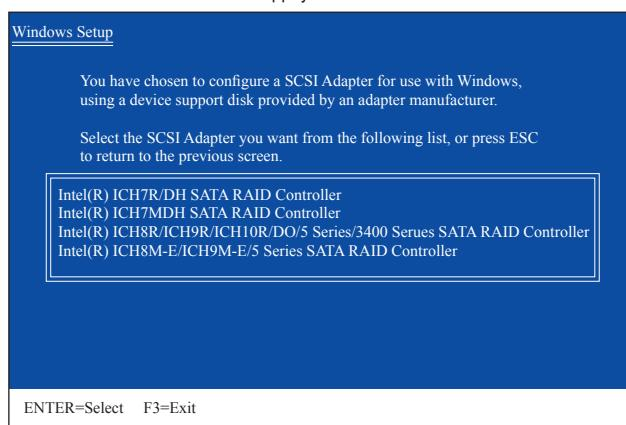

Figure 2
Insérez la disquette contenant le pilote SATA RAID/AHCI et appuyez sur <\$>. Un menu du contrôleur, similaire à celui dans Figure 2 ci-dessous, apparaîtra. Sélectionnez **Intel(R) ICH8R/ICH9R/ICH10R/DO/5 Series/3400 Series SATA RAID Controller** et appuyez sur <Enter>.